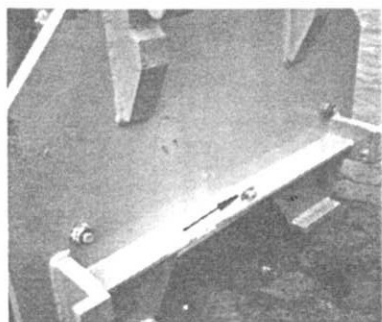

Bild 39
- (1) Anschlagsschraube an der Wechselplatte auf festen Sitz kontrollieren (Bild 39/ Pfeil).
Die Anschlagsschraube (Bild 39/Pfeil) muß den Schaltzapfen des E-Schalters so weit eindrücken, daß der Schalterpunkt erreicht ist. Den Leerweg des E-Schalters nicht überschreiten, da sonst der E-Schalter zerstört wird.
- (1) Check that contact screw at the quick change device is tight (fig. 39/arrow).
The contact screw (fig. 39/arrow) has to press the indexing bolt of the E-switch deeply enough so that the switch point is reached. Don't exceed the free-play of the E-switch, otherwise the E-switch will be destroyed.
- (1) Vérifier le bon serrage de la vis de butée dans le panneau de support de changement (fig. 39/flèche).
La vis de butée (fig. 39/flèche) doit enfoncer le doigt de cde. de l'interrupteur électrique suffisamment pour l'enclencher. Ne pas dépasser la course à vide de l'interrupteur, ce qui risque de le détruire.